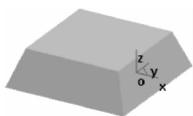

图 3-111 绘制烟灰缸的基本拉伸体
(3)单击  按钮,弹出“拉伸增料”对话框,输入深度“30”,选取“增加拔模斜度”复选框,输入角度“20”,单击  按钮,完成操作,作图结果如图 3-111 所示。